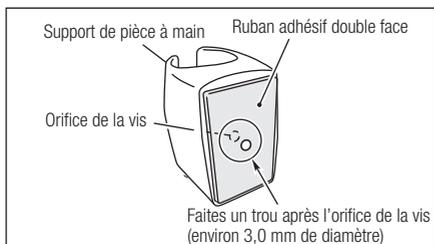

Fig. 3
- 1) Faites un trou de 3 mm dans le ruban adhésif double face derrière l'orifice de la vis dans le support de pièce à main. (Fig. 3)